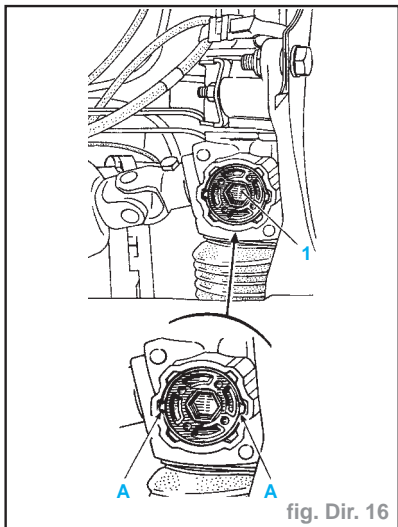

fig. Dir. 16
- Défreiner l'écrou de réglage (1) en redressant les matages (A) de la colle-rette de l'écrou (fig. Dir. 16).